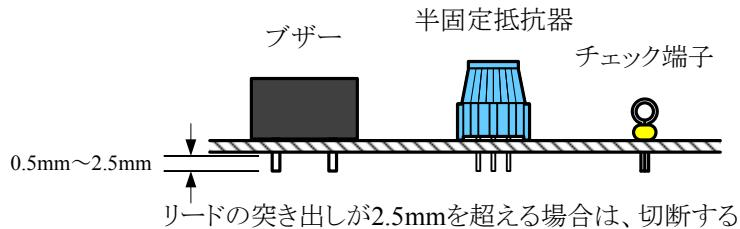

図14 リードの突き出し寸法
- ⑪ ブザー (BZ1)、半固定抵抗器 (VR1～VR3)、チェック端子 (TP1, TP2) は、リードを折り曲げずに取付け、突き出したリードが2.5mmを超える場合は、図14のように0.5mm～2.5mmに収まるように切断する。